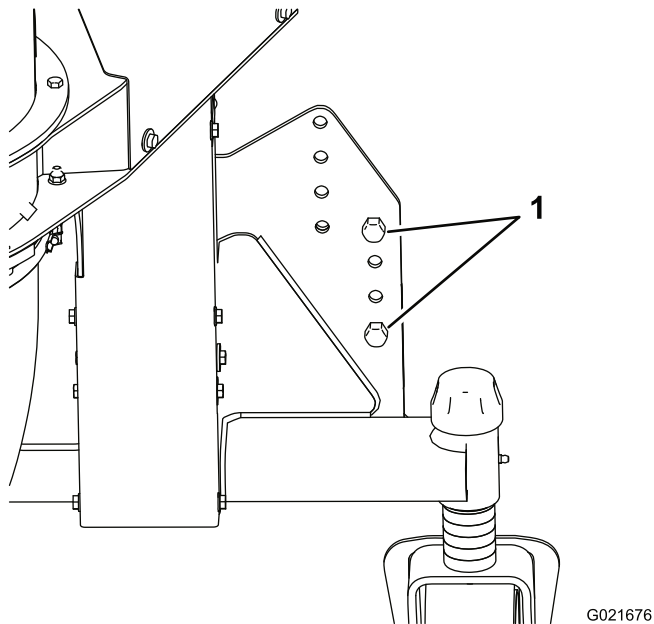

Figura 7
- Retire cuidadosamente os parafusos que prendem o soprador à paleta de madeira. Depois de os parafusos serem removidos, deslize a grade afastando-a do soprador e desça o soprador até que as rodas giratórias toquem no chão, mas estando a cinta ainda apertada (Figura 7).